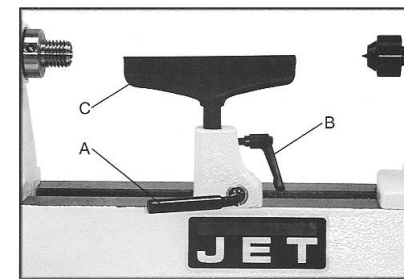

Fig 8
Positionner le support (C, Fig 8) aussi près que possible de la pièce et fixer avec la poignée (A).